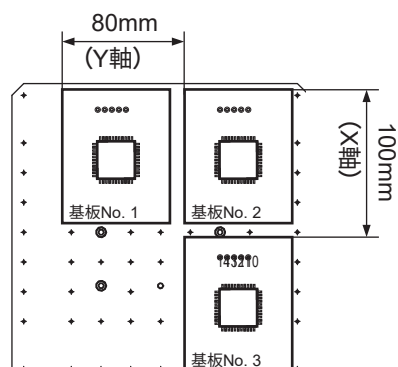

図 7-53
- ① 同じ基板が図 7-53 のように 3 つ並んでいる時に、1 つ目の基板と 2 つ目、3 つ目の基板のそれぞれ基準点間の距離を測定します。基板 No. 1 の作業原点は 1 (X 座標: 0 Y 座標: 0) とします。
- ② 基準点間の距離が図 7-53 の数値とした場合、図 7-54 の作業原点 2、3 へ数値を入力します。作業原点の設定を行うことで、基板 No. 1 のはんだ付けプログラム内容をそのまま利用することができます。